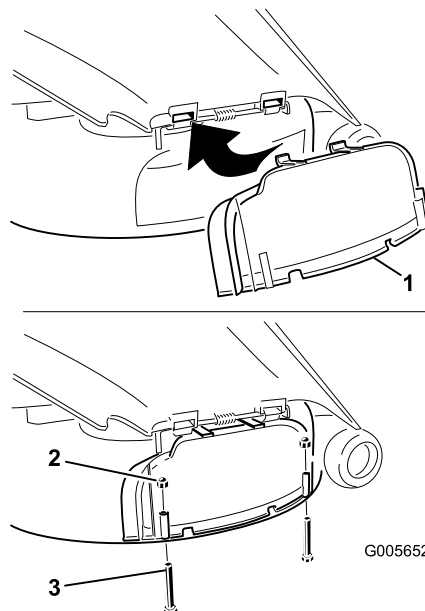

Figura 23
3. Sollevate il deflettore d'erba e fate scorrere le linguette sopra il coperchio dello scarico sotto l'asta di ritenuta del deflettore d'erba. Ruotate il coperchio dello scarico verso il basso sull'apertura e sul bordo inferiore del tosaerba (Figura 23).
4. Fissate il coperchio dello scarico sul bordo inferiore del tosaerba con due bulloni (1/4 x 2-1/2 pollici) e due dadi (1/4 pollice) come indicato nella Figura 23.